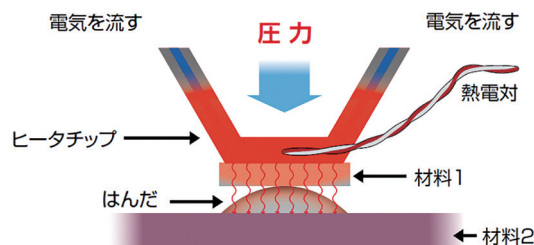

図1 パルスヒートによる接合のモデル
1. ヒータチップ・ヒータツール（図1参照）を対象ワークに押し当てて加圧します。